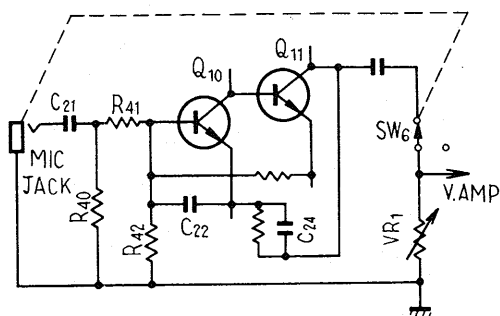

Fig. 4
6.2 MICROPHONE AMPLIFIER (Fig. 4)